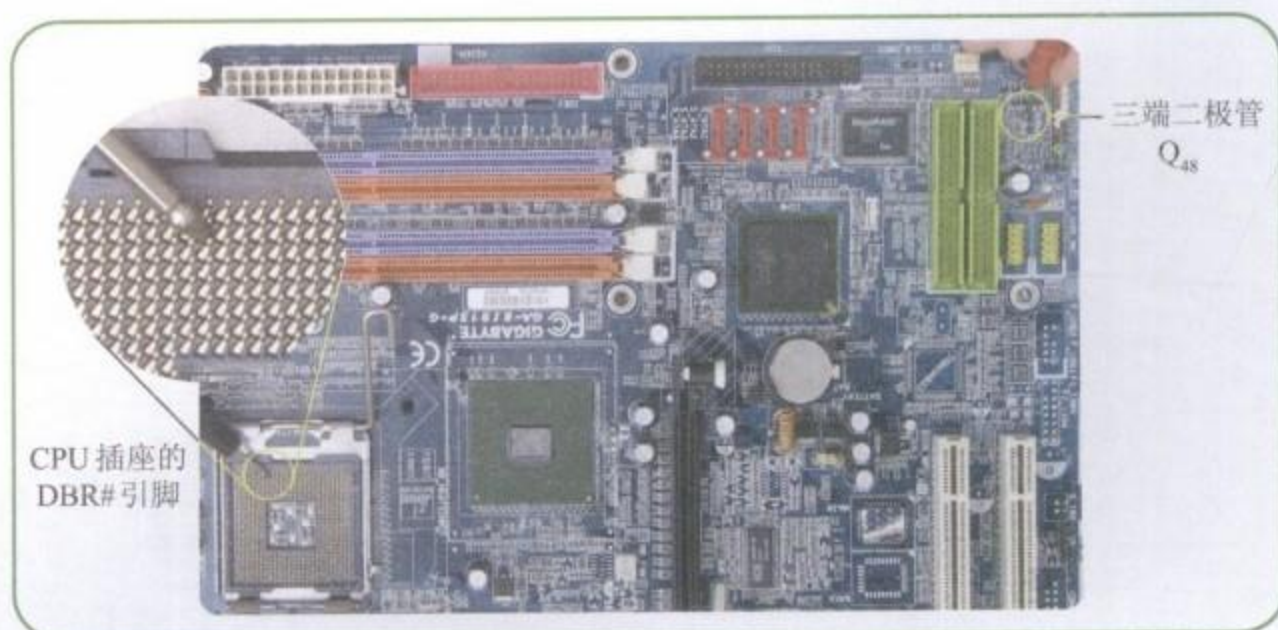

图10-11 三端二极管的第2脚到CPU插座的线路
Step 06 测量三端二极管 Q_{48} 的第2脚到CPU插座的线路，如图10-11所示。